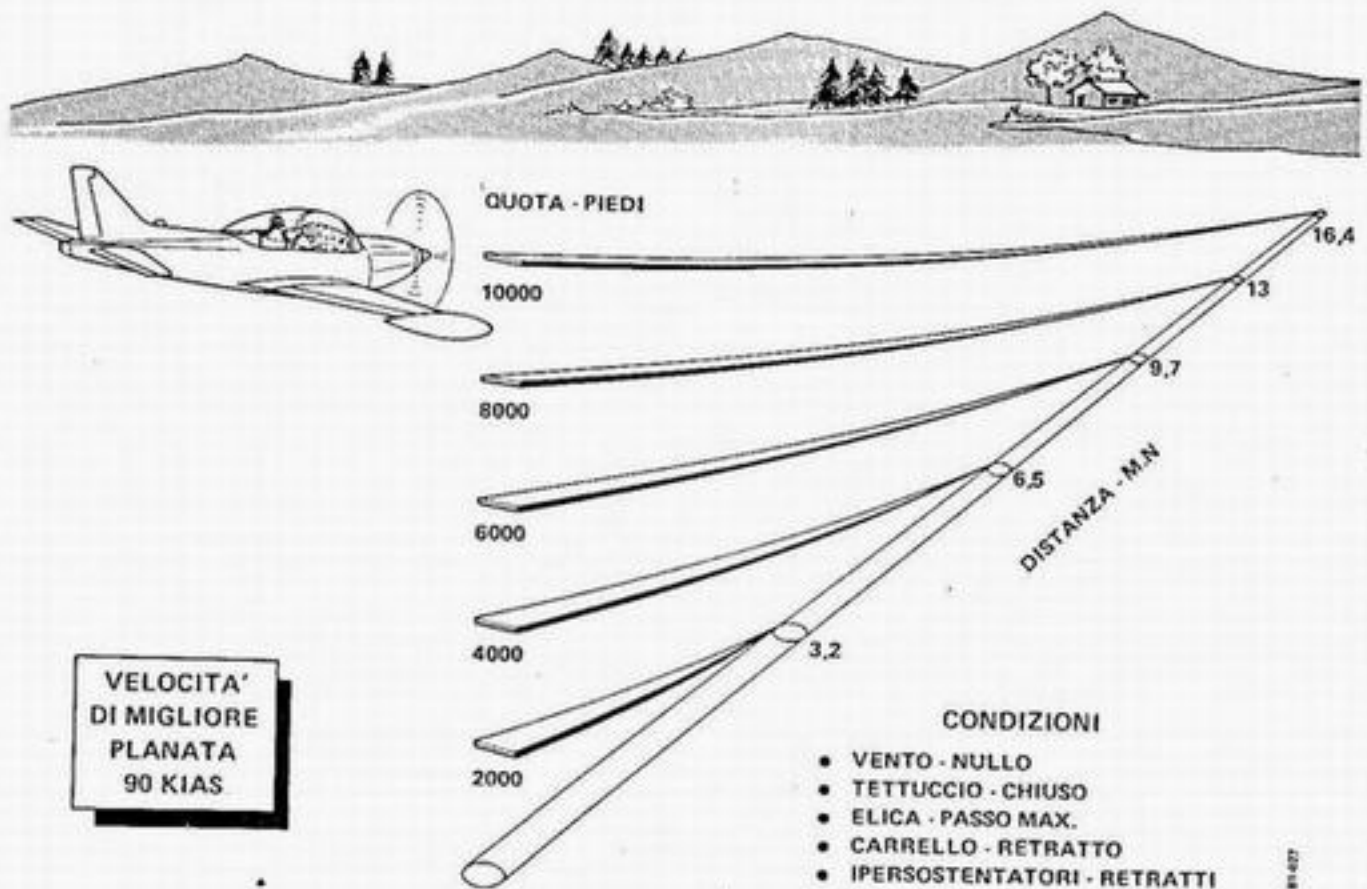

Figura 3-1.
8. Disporre il velivolo in assetto di planata (figura 3-1).
La distanza massima in discesa è indicata in figura 3-1.